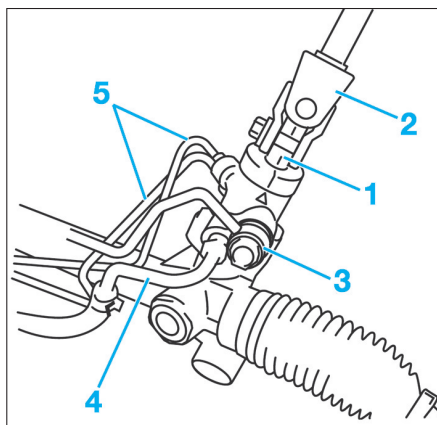

FIG. 15
- Désolidariser l'ensemble du bras inférieur (1) de colonne de direction de la crémaillère de direction (2) (**voir opération concernée**) (**Fig.15**).
- Retirer les canalisations basse (4) et haute pression (3) du boîtier de direction.
- Désolidariser l'ensemble des canalisations (5) du cylindre du boîtier de direction.